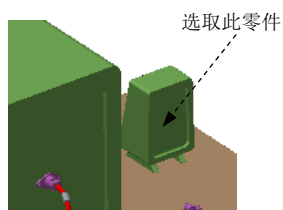
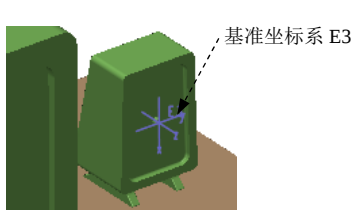

图 17.2.31 指定连接器 4
图 17.2.32 指定入口端
(4) 定义连接器内部的线缆长度。在“选择”对话框中单击 **确定** 按钮，在系统弹出的文本框中输入连接器内部的线缆长度值 5，单击  按钮。
(5) 定义端口类型。在“修改连接器”菜单管理器的 **PORT TYPE (端口类型)** 区域中选择 **WIRE (线)** 命令，在菜单管理器中选择 **Done (完成)** 命令（共选择 2 次），结束连接器 1 的定义。
Step2. 定义连接器 4。参考 Step1 的操作步骤与参数设置，在模型中选取图 17.2.31 所示的零件 (acoustics_2_1) 为连接器 4，选取图 17.2.32 所示的连接器 4 中的基准坐标系 E3 为入口端。